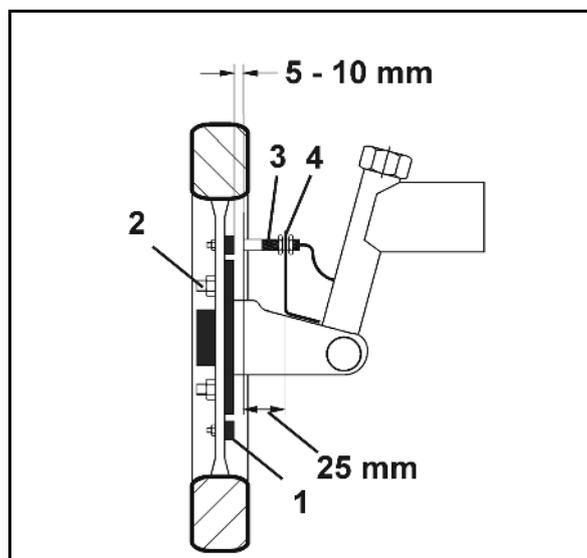

Fig. 75
1. Répartissez les aimants (Fig. 75/1) façon régulière sur un cercle de trous dans le passage de roue avant du tracteur.
2. Montez les aimants (Fig. 75/1) avec des vis (Fig. 75/2) en matériaux non magnétiques (vis en laiton ou vis V4A).
4. Montez le capteur (Fig. 75/3) avec un support universel (Fig. 75/4) sur la fusée de la roue avant du tracteur, derrière l'essieu, vu dans le sens d'avancement du tracteur.